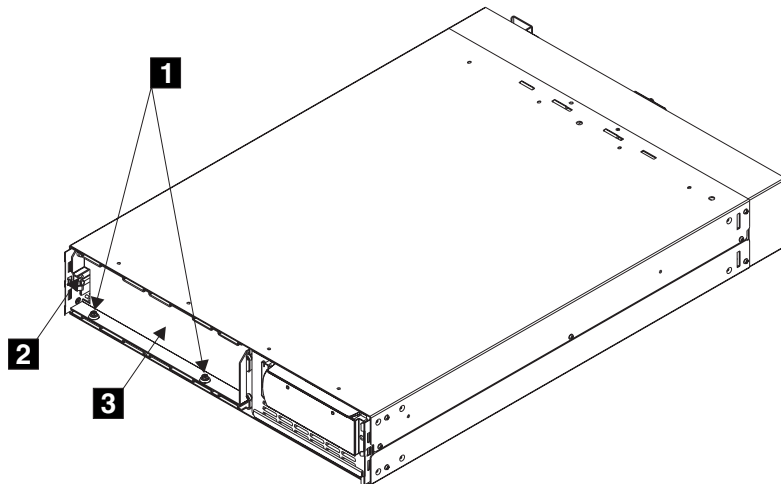

图 115. 卸下电池固定支架
3. 卸下电池固定支架（请参阅第 189 页的图 115）。